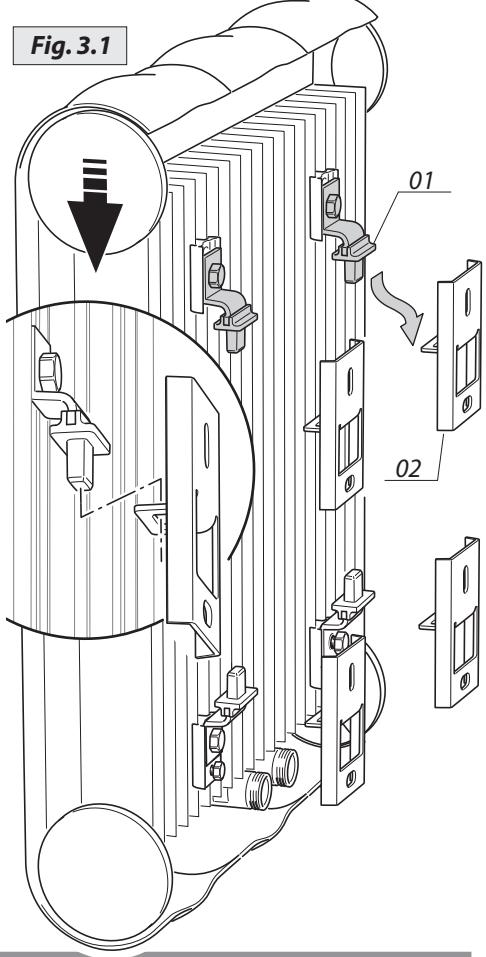

Fig. 3.1
**Fase 3** Appendere Agorà inserendo le staffe superiori nei supporti (03), vedi Fig. 3.1. Mantenere le staffe inferiori libere.